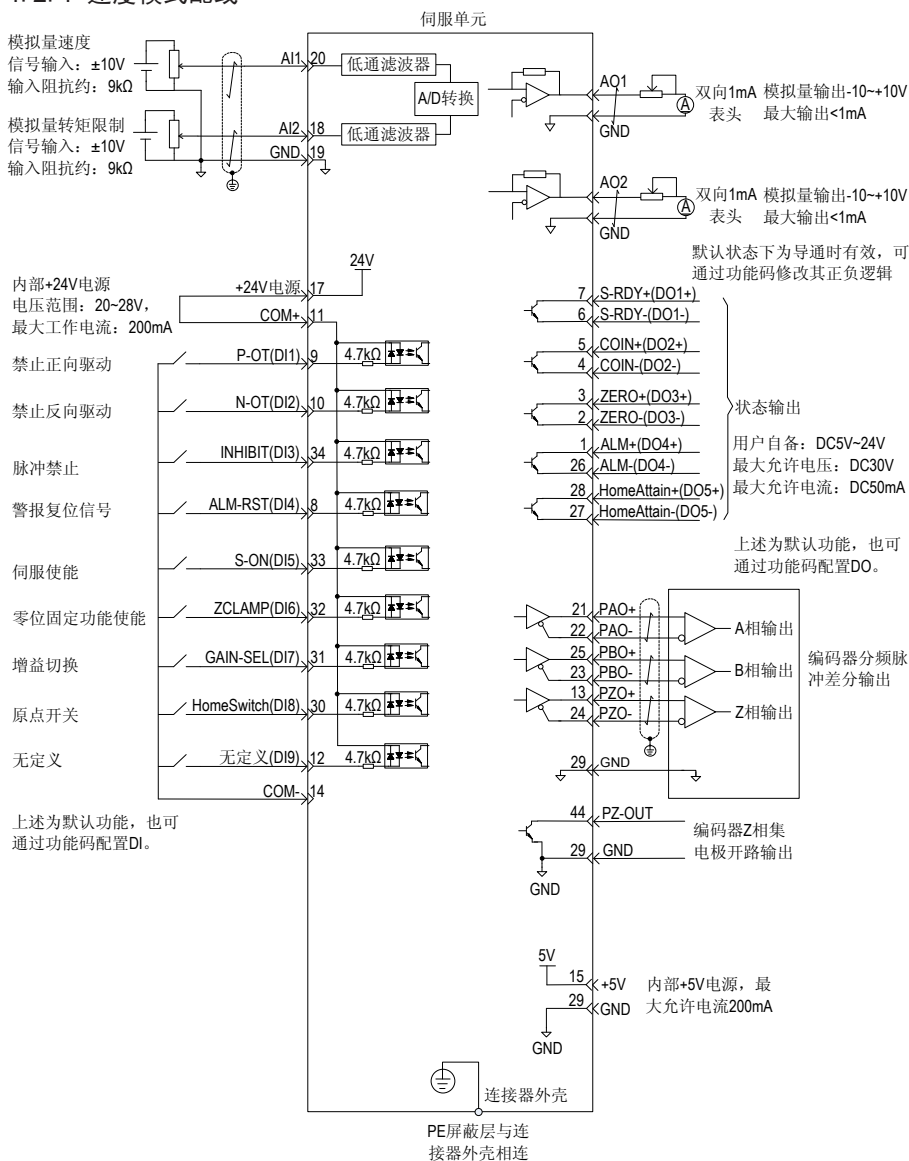

图4-6 速度模式配线图
3. 参考图4-6配线说明连接CN1端子中必要的DI/DO信号及模拟量速度指令。